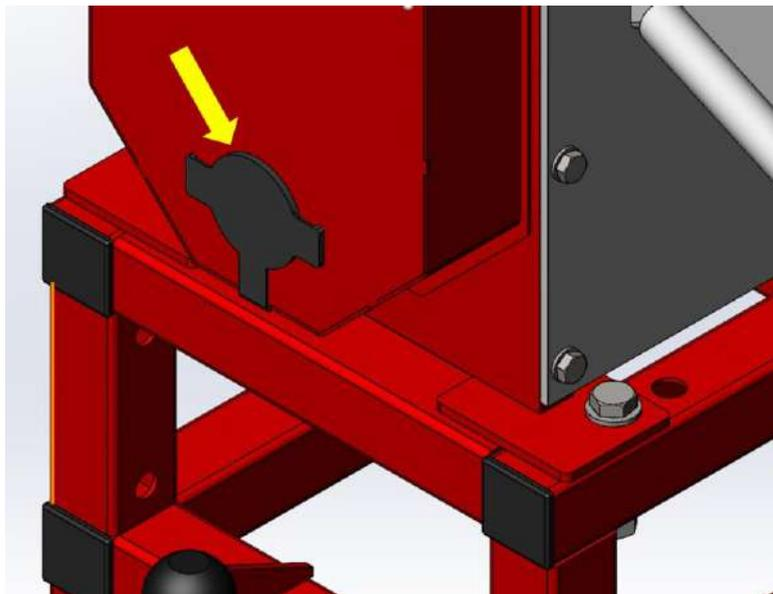

Рисунок 22. Захисна кришка
1. Зніміть захисну кришку, що закриває доступ до привідного вала ріжучого модуля (Рис.22).